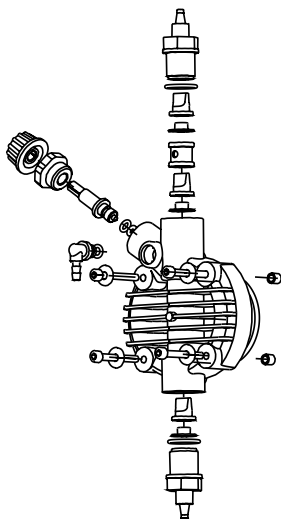

Fig. 10
3. Eliminare dal corpo pompa tutto il liquido presente, smontando e rimontando il corpo pompa utilizzando le quattro viti di fissaggio (Fig. 10).
2. Controllare almeno ogni 6 mesi il funzionamento della pompa, la tenuta delle viti e delle guarnizioni, per liquidi particolarmente aggressivi effettuare controlli anche più frequenti, controllare in particolare la concentrazione dell'additivo nell'impianto; una riduzione di tale concentrazione potrebbe essere determinata dalla usura delle valvole (che in tal caso vanno sostituite facendo attenzione nel rimontarle come in Fig. 10) o dall'intasamento del filtro che va pulito come al successivo punto 3.